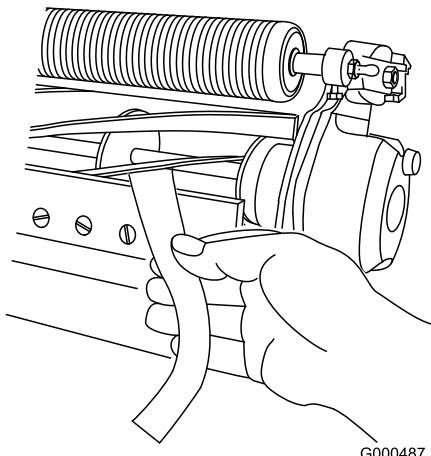

Bild 11
3. Führen Sie an einer Seite der Spindel einen langen Streifen Papier zwischen der Spindel und dem Untermesser ein (Bild 11). Drehen Sie die Einstellschraube des Untermesserträgers, während Sie die Spindel langsam vorwärts drehen, nach rechts (am selben Ende der Spindel), jeweils um einen Klick, bis das Papier fest gehalten wird, wenn Sie es von vorne parallel zum Untermesser einführen. Wenn das Papier gezogen wird, sollten Sie einen leichten Widerstand spüren.
5. Vergewissern Sie sich nach dieser Einstellung, dass die Spindel Papier einklemmen kann, das von vorne eingeführt wird, und Papier schneiden kann, das senkrecht zum Untermesser eingeführt wird (Bild 11). Papier müsste sich mit minimalem Kontakt zwischen Untermesser und Spindelmessern schneiden lassen. Wenn der Spindelwiderstand zu hoch ist, müssen Sie das Mähwerk läppen oder fräsen, um die für genaues Schneiden erforderlichen scharfen Kanten zu erhalten (weitere Informationen finden Sie in der Toro Bedienungsanleitung für das Schärfen der Spindeln).